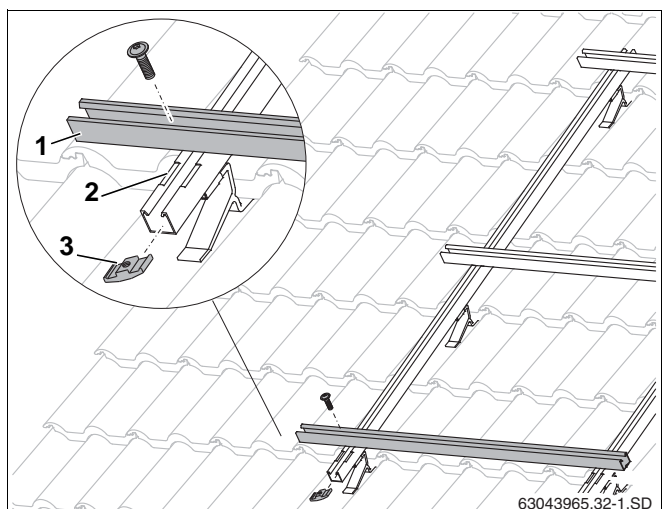

Fig. 30 Montering af vandrette profilskiner
- ▶ Læg profilskinerne (fig. 30, **pos. 1**) ind i snelastprofilernes indhak (fig. 30, **pos. 2**), og stram kun skrue og alu-møtrikken let (fig. 30, **pos. 3**), så profilskinerne stadig kan justeres.